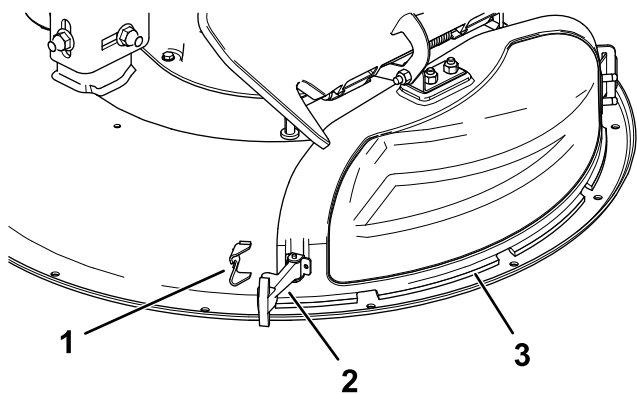

Figura 11
3. Suelte el cierre flexible del retén de la tapa de descarga y gire la tapa de descarga hacia la derecha (Figura 11).
- Sujete la tapa de descarga a la carcasa enganchando el cierre flexible de la tapa de descarga en el retén de la carcasa (Figura 11).